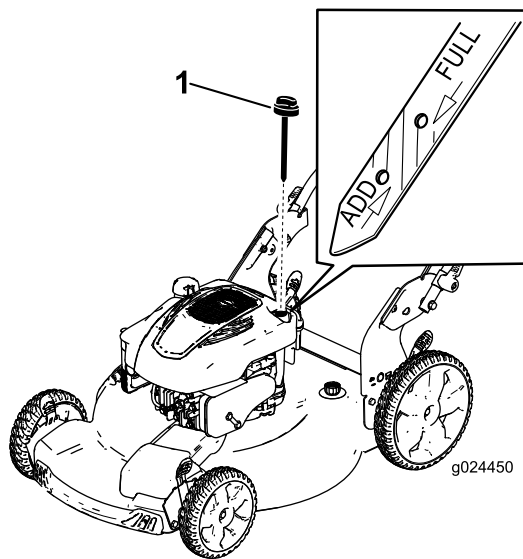

Figure 10
Faites le plein avec de l'essence sans plomb ordinaire fraîche d'une marque réputée (Figure 10).
2. Retirez la jauge (Figure 10).
5. Relevez le niveau d'huile indiqué sur la jauge (Figure 10).